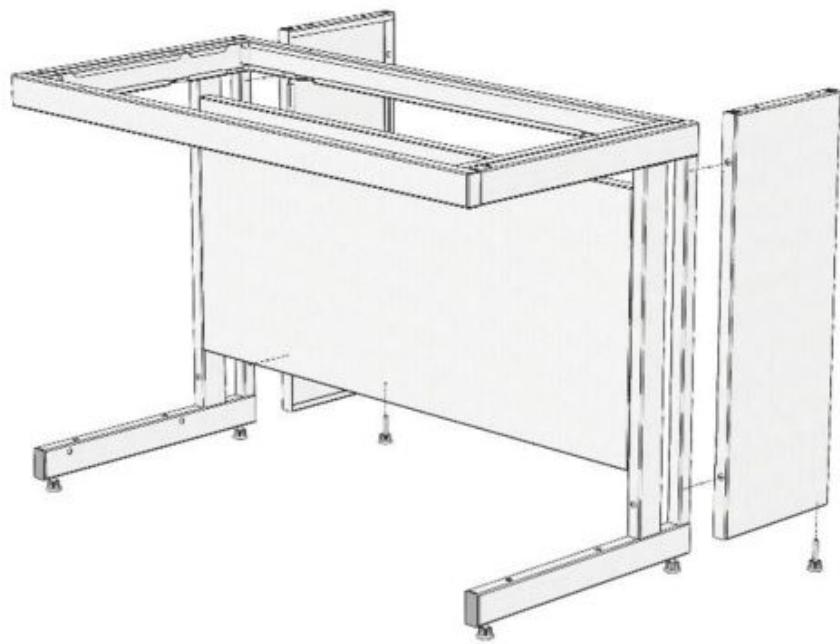

Рис. 2. Сборка каркасного основания
- 6.3. Собрать каркасное основание, соединив каркас стола с боковинами тех. приставки, используя болты M8x16 и шайбы 8 (Рис. 2).